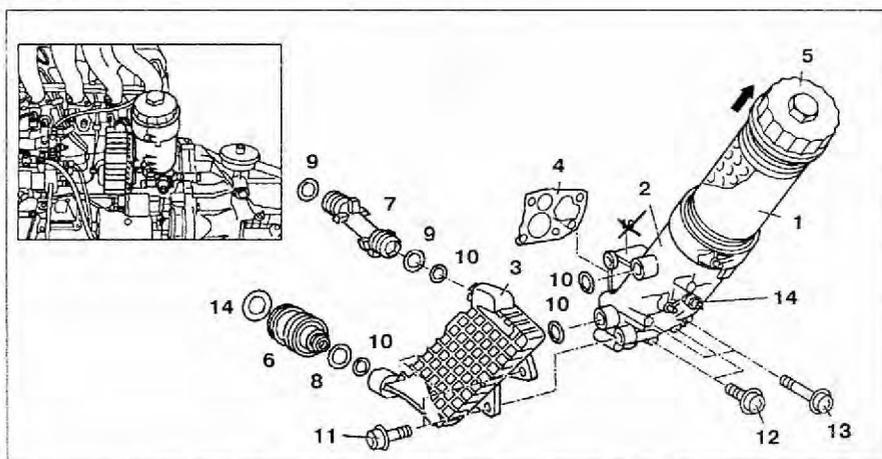

Рис. 2.68. Корпус масляного фильтра:
2. Снимите фильтрующий элемент **1** (рис. 2.68).